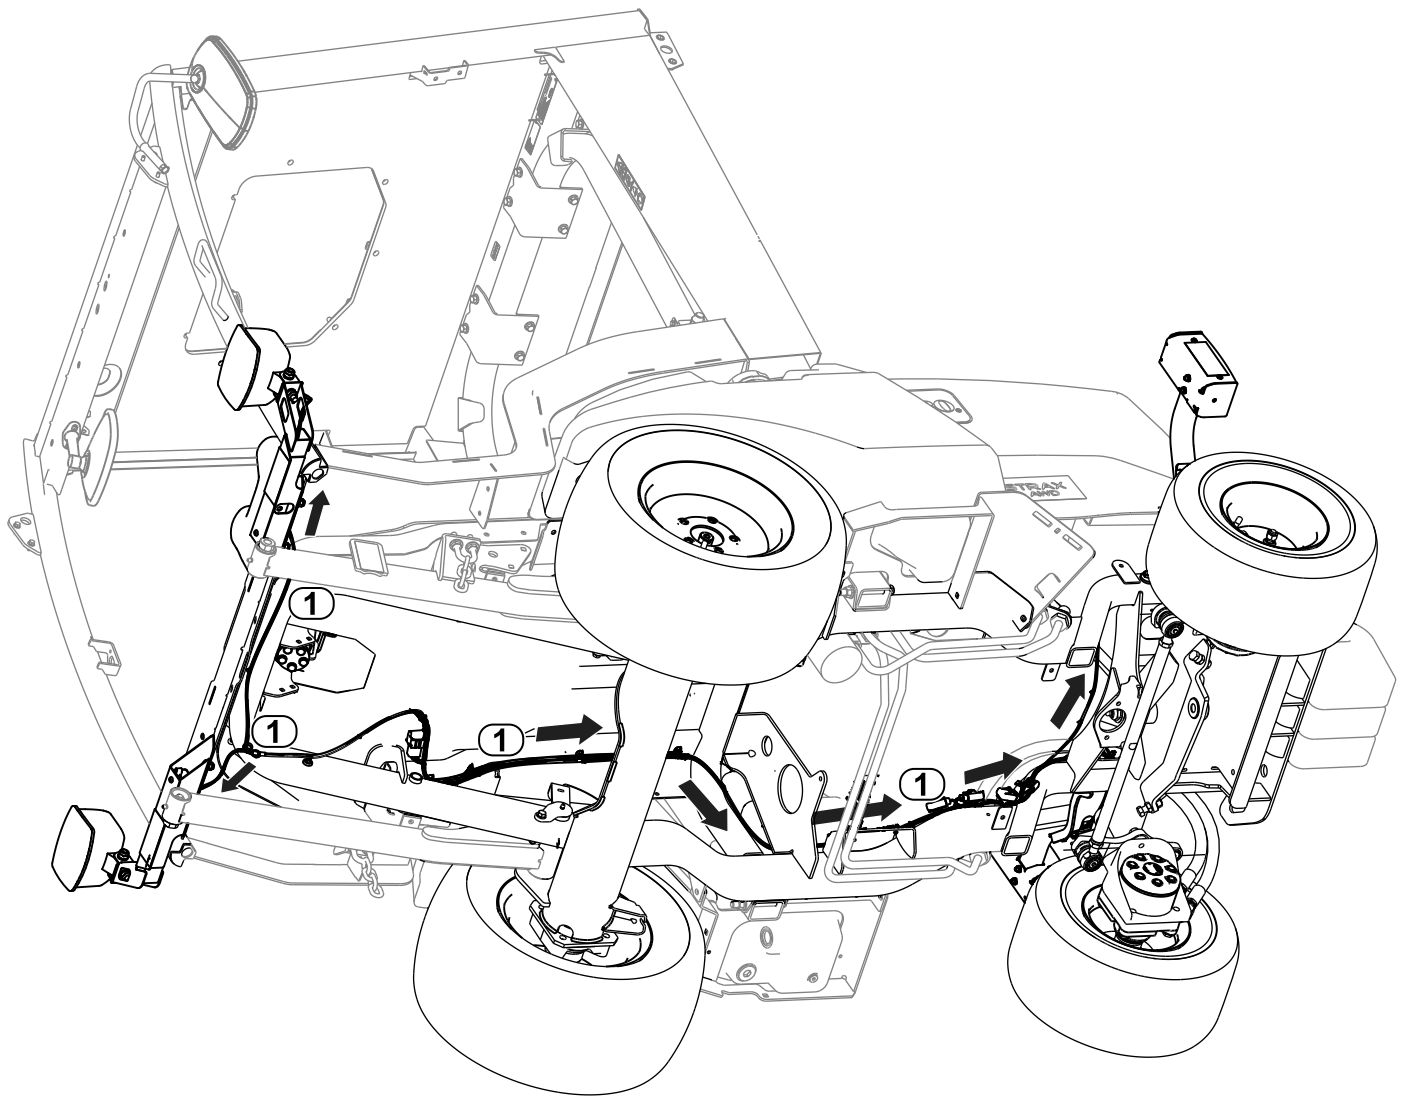

Figure 35
1. Acheminez le connecteur de faisceau étiqueté FRONT LIGHT LH (P04) jusqu'au côté gauche de la machine. Connectez le faisceau à l'éclairage (Figure 35).
2. Acheminez le connecteur de faisceau étiqueté FRONT LIGHT RH (P05) jusqu'au côté droit de la machine. Connectez le faisceau à l'éclairage (Figure 35).
3. Acheminez le connecteur de faisceau étiqueté REAR LIGHT LH (P01) jusqu'au côté arrière gauche de la machine (Figure 35).
4. Acheminez le connecteur de faisceau étiqueté REAR LIGHT RH (P02) jusqu'au côté arrière droit de la machine (Figure 35).
- Branchez le connecteur de faisceau étiqueté REAR LIGHT LH (P01) sur l'éclairage arrière (Figure 35).
- Branchez le connecteur de faisceau étiqueté REAR LIGHT RH (P02) sur l'éclairage arrière (Figure 35).